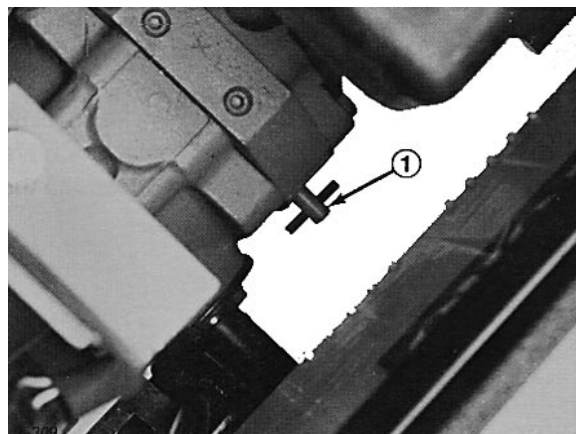

Fig. 14
1. Girare la valvola di bypass (Fig. 14) sotto il trattorino, di Ω o 1 giro in senso antiorario. Aprendo